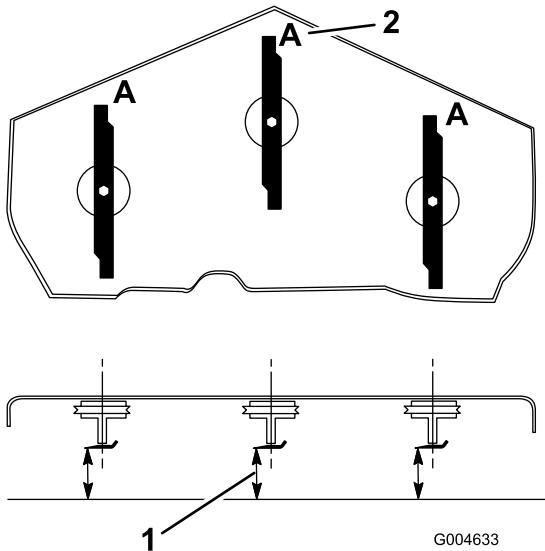

Figure 70
3. Tournez les lames dans le sens longitudinal (Figure 70).
**Remarque:** Mesurez la distance entre la surface plane et le tranchant (position A) des lames (Figure 70). Notez cette valeur.